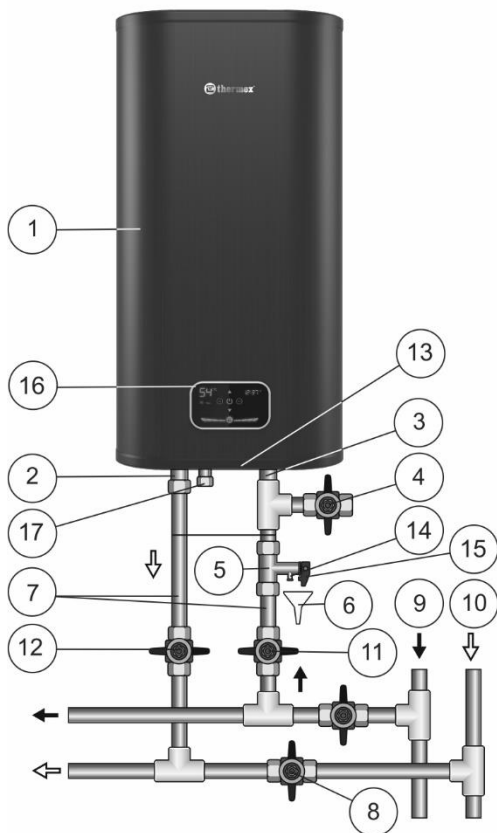

Рисунок 1. Схема подключения ЭВН к водопроводу в вертикальном положении вертикальных моделей V.
Внутренний бак изготавливается из высококачественной нержавеющей стали с содержанием титана, что обеспечивает высокую коррозионную стойкость и, как следствие, длительный срок эксплуатации. Пространство между внешним корпусом и внутренним баком заполнено пенополиуретаном - современной, экологически чистой теплоизоляцией, обладающей наилучшими характеристиками теплосбережения. Модели Flat Diamond Touch Pro (ID PRO) имеют два резьбовых патрубка: для входа холодной воды (Рис. 1, п. 3) с синим кольцом и выхода горячей воды (Рис. 1, п. 2) - с красным кольцом. На лицевой стороне ЭВН во всех моделях находится панель управления (Рис. 1, п. 16).
Предохранительный клапан (Рис. 1, п. 5) выполняет функции обратного клапана, препятствуя попаданию воды из водонагревателя в водопроводную сеть в случаях падения в последней давления и в случаях возрастания давления в баке при сильном нагреве воды, а также функции защитного клапана, сбрасывая избыточное давление в бак при сильном нагреве воды. Во время работы водонагревателя вода может просачиваться из выпускной трубы предохранительного клапана для сброса излишнего давления, что происходит в целях безопасности водонагревателя. Эта выпускная труба должна оставаться открытой для атмосферы и быть установлена постоянно вниз и в незамерзающей окружающей среде.
Необходимо обеспечить отвод воды из выпускной трубы предохранительного клапана (Рис. 1, п. 14) в канализацию, предусмотрев при монтаже ЭВН соответствующий дренаж (Рис. 1, п. 6).
Необходимо регулярно (не реже одного раза в месяц) проводить слив небольшого количества воды через выпускную трубу предохранительного клапана в канализацию для удаления известковых осадков и для проверки работоспособности клапана. Для открывания клапана он снабжен ручкой (Рис. 1, п. 15). Необходимо следить, чтобы во время работы ЭВН эта ручка находилась в положении, закрывающем слив воды из бака.
Установить предохранительный клапан (Рис. 1, п. 5) на входе холодной воды (Рис. 1, п. 3), помеченном синим кольцом, закрутив на 3,5 - 4 оборота, обеспечив герметичность соединения любым уплотнительным материалом (льном, лентой ФУМ и др.).
- Вертикальные модели V в соответствии с Рис. 1